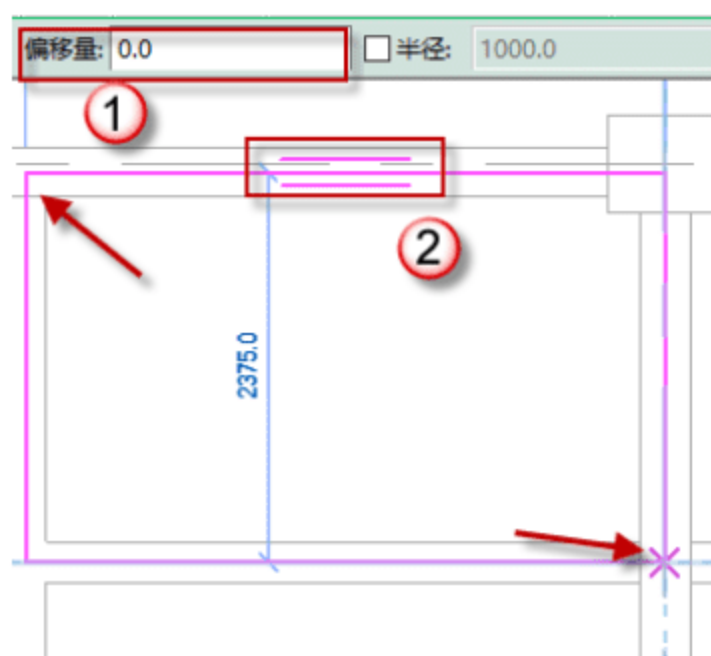

图 4.3.30 绘制 14 号板
(5) 绘制 14 号板, 单击“矩形”按钮, 绘制 14 号板, 调整跨方向, 将偏移量设置为 50, 单击  按钮, 完成绘制, 如图 4.3.30 所示。